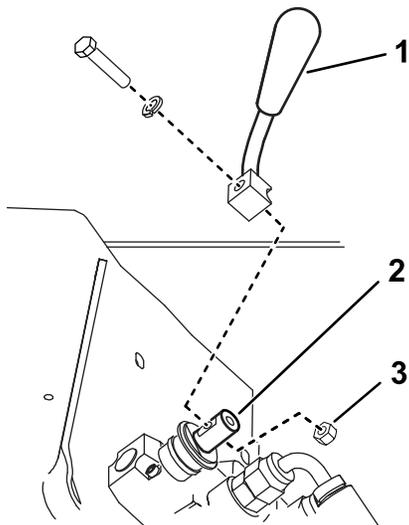

Рисунок 3
2. Прикрепите рычаг к клапану переключения скоростей с помощью болта, стопорной шайбы и гайки, как показано на Рисунок 3.